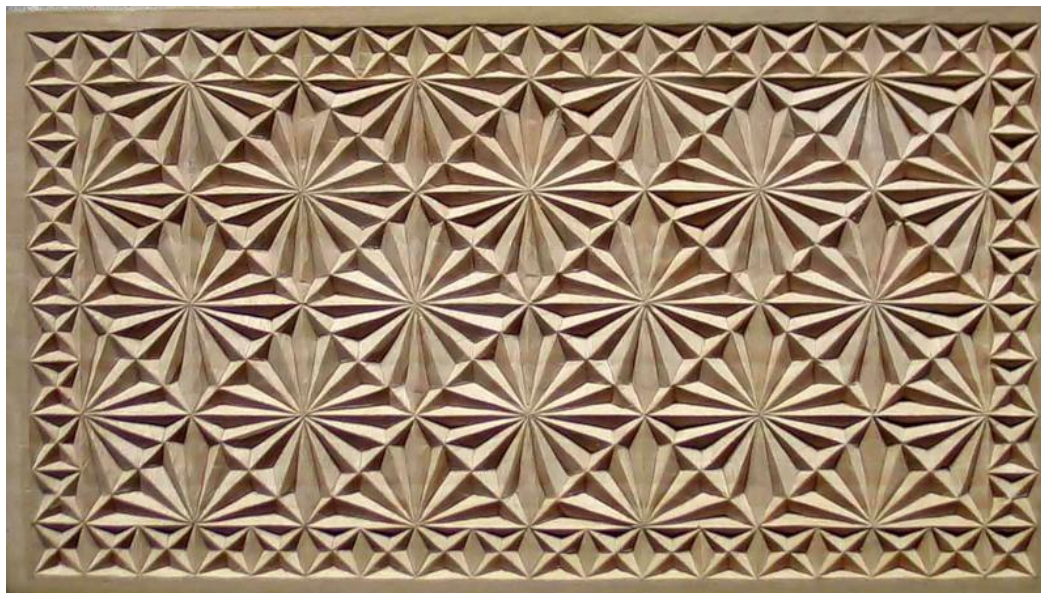

Рис. 2. *Вариант готового изделия*
4. Изготовить изделие на фрезерном станке с ЧПУ в соответствии с моделью (рис.2).